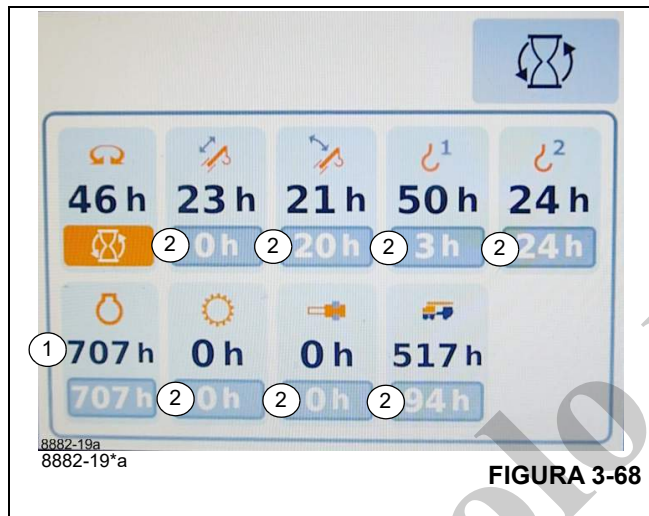

FIGURA 3-68
El valor (1), (Figura 3-68), indica las horas totales de funcionamiento del motor, por ejemplo, 707 horas.
El valor (2), (Figura 3-68), muestra las horas de funcionamiento y puede restablecerse.